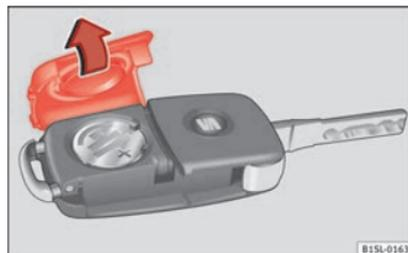

Fig. 127 Chave do veículo: tampa do compartimento da pilha.
A pilha encontra-se na parte traseira da chave do veículo, sob uma tampa » Fig. 127.
- Retire a tampa da parte traseira da chave do veículo » **Fig. 127** na direção da seta » **!**
- Coloque a tampa na carcaça da chave do veículo, pressionando-a tal como se mostra » **Fig. 127**, no sentido contrário ao da seta, até que encaixe.